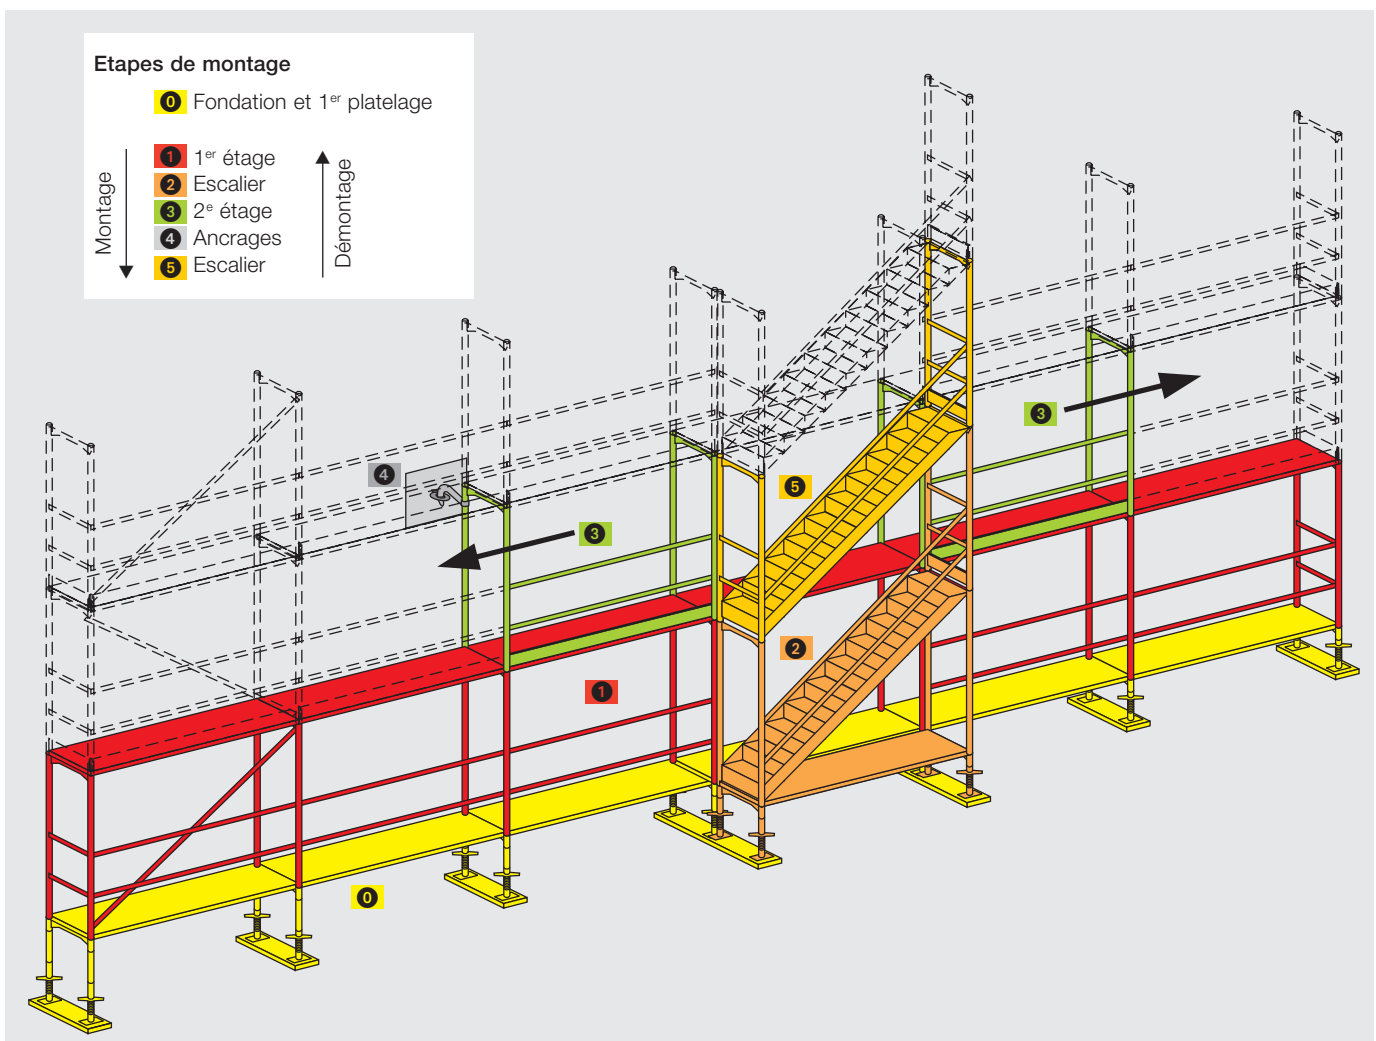
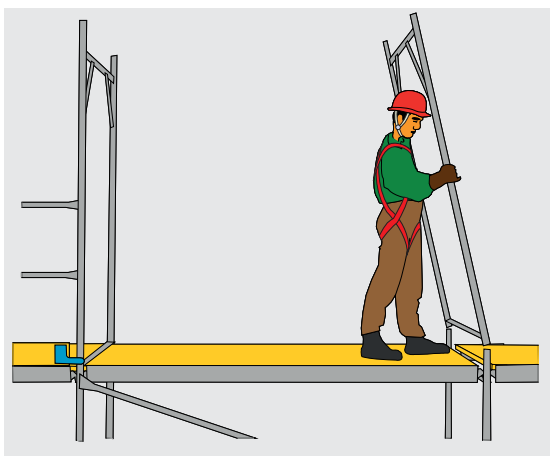
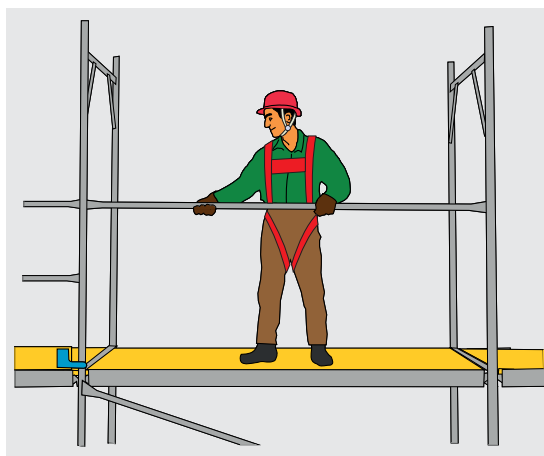

Fig. 6
Fig. 7
Fig. 8
Les étapes de montage sont expliquées sur la figure 6.
Toutes les opérations de montage et de démontage doivent s'effectuer de façon à limiter le risque de chute. Les cadres se montent pan par pan (fig. 6). L'installation de chaque cadre (fig. 7) est suivie de la pose d'une protection latérale (fig. 8). En procédant ainsi, l'échafaudeur ne se déplace jamais au-delà d'un pan (longueur standard: 2,5 m) sans protection antichute. Ces opérations doivent être exclusivement confiées au personnel expérimenté disposant de la formation ad hoc et réunissant les conditions nécessaires pour effectuer des travaux en hauteur.
- cadre (fig. 7)
- protection latérale extérieure (garde-corps [fig. 8], filière intermédiaire, plinthe)
Au montage, les exercices d'escalade sont interdits comme durant toutes les autres phases de travail. L'élément d'escalier suivant doit avoir été préalablement installé avant de pouvoir accéder au platelage supérieur (fig. 6).